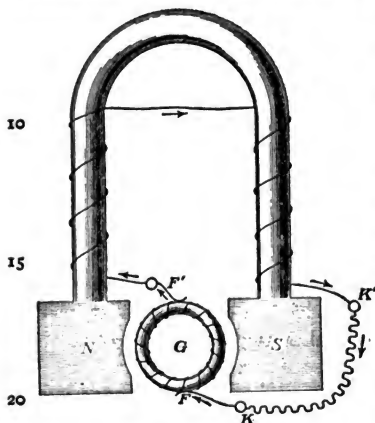

FIG. 25.
**5. Hauptstrom-, Nebenschluß- und Compoundmaschinen.** Dynamos, bei denen der ganze Ankerstrom, wie eben angenommen wurde, für die Erregung der Feldmagnete benutzt wird, nennt man Hauptstrommaschinen, auch Hauptschluß- oder Serienmaschinen. Anker, Magnetbewicklung und äußerer Stromkreis sind also bei diesen Maschinen hintereinander (in Serie) geschaltet (s. Fig. 25). Da der Erregerstrom eine große Stärke hat, so genügt es, eine Magnetbewicklung zu benutzen, die aus einer verhältnismässig geringen Anzahl von Windungen (eines dicken Drahtes) besteht.